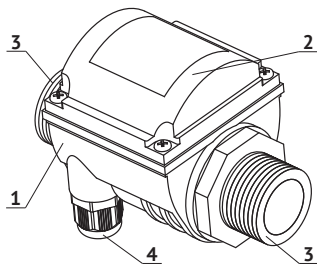

Рис. 1
Блок управления ТУРБИ (рис. 1) состоит из герметичного пластикового корпуса (1) и верхней крышки с резиновой прокладкой (2). На корпусе расположены два присоединительных резьбовых патрубка с наружной резьбой 1" (3), а также два кабельных ввода (4).